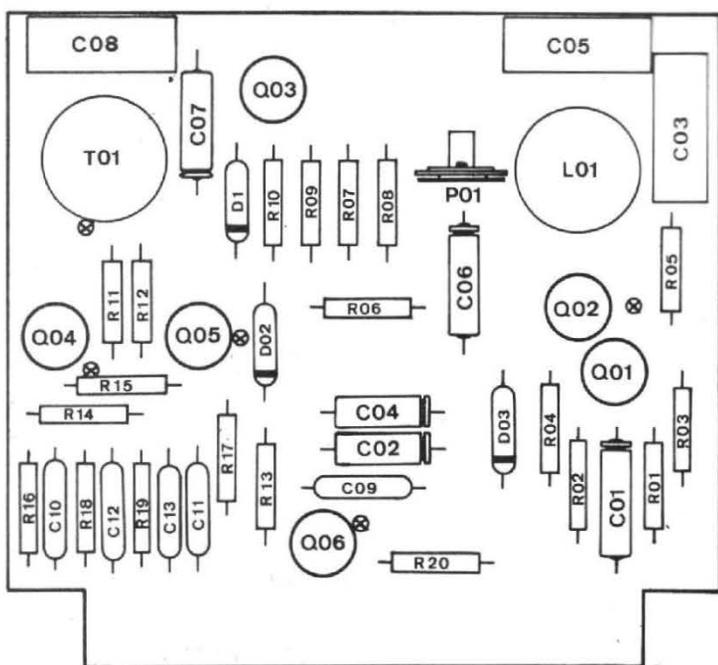

FIG. 6.
dire, deux faces cuivrées). Le côté cuivre, côté éléments, sert de plan de masse, évitant ainsi à tout parasite, de perturber le fonctionnement correct du circuit. Les éléments reliés à la masse, sont donc soudés directement côté éléments. Cependant, pour des composants sensibles à la chaleur, comme le transistor et pour une raison de pratique, la liaison de masse est indirecte ; elle se fait par traversée du circuit avec du fil étamé de 5/10. Ces traversées sont repérées sur le circuit « implantation des éléments » (Fig. 6) par des repères (X). Ainsi, le transistor peut facilement être dessoudé en chauffant rapidement les trois points de fixation, côté circuit.